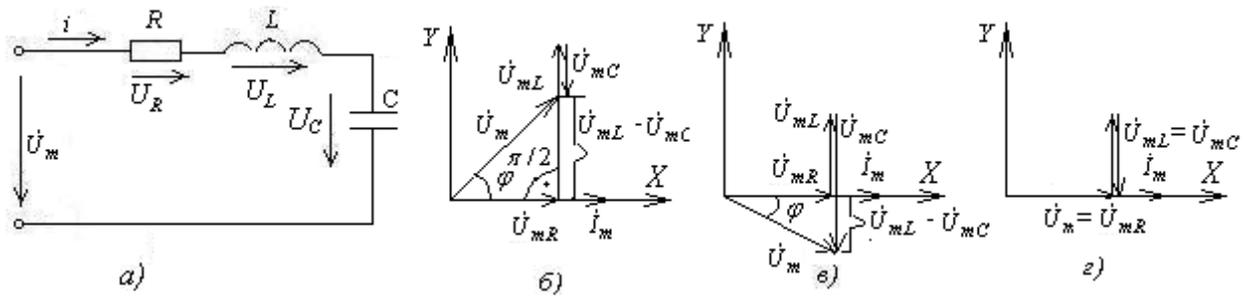

Рис. 4
Вопрос 10. На рис. 4 выберите диаграмму напряжений в RLC -цепи, соответствующую резонансу напряжений.
- 1) рис. 4б;
2) рис. 4в;
3) рис. 4г.